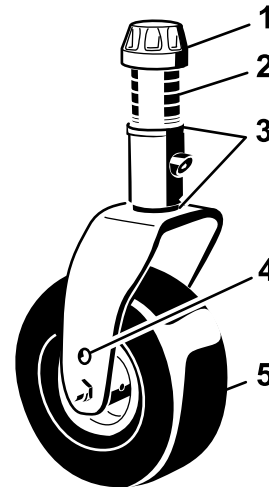

Figure 22
2. Enlevez le chapeau de tension de l'axe de pivot (Figure 22) et sortez l'axe du bras pivotant. Remplacez les 2 cales (3 mm) sur l'axe de pivot comme à l'origine. Ces cales sont nécessaires pour que les plateaux de coupe soient parfaitement de niveau sur toute la largeur. Placez le nombre requis d'entretoises de 13 mm sur l'axe de pivot pour obtenir la hauteur de coupe voulue, puis ajoutez la rondelle.